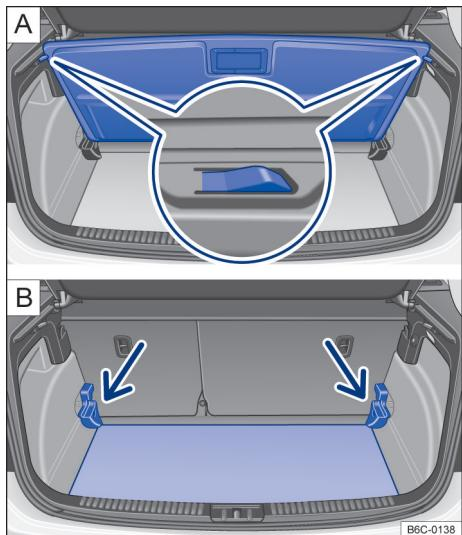

Fig. 116 No compartimento de bagagem: ajustar a altura do assoalho do compartimento de bagagem.
- Levantar o assoalho do compartimento de bagagem e puxar para trás tirando dos guias nos lados do compartimento de bagagem → Fig. 116 **A**.
- Levantar o assoalho do compartimento de bagagem e empurrar para baixo para a guia → Fig. 116 **B** (setas).